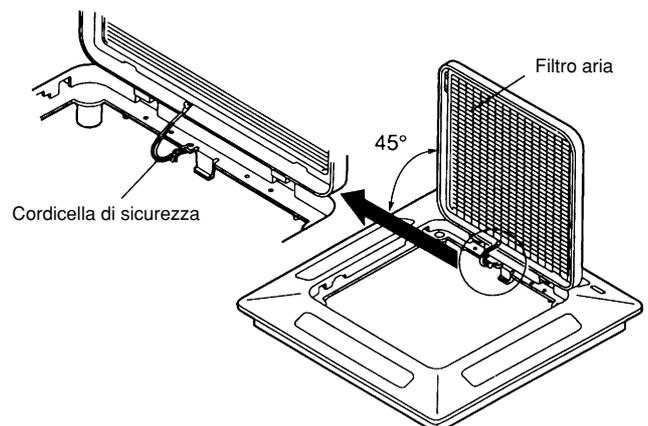

Fig. 11-2
- (c) Con la griglia aperta a 45°, rimuovere la cordicella di sicurezza (agganciata sul lato della griglia Fig. 11-2)